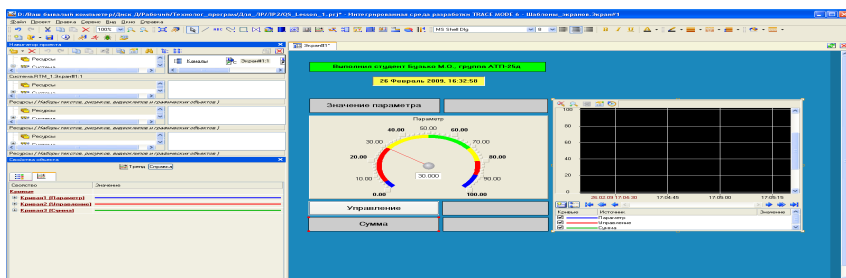

Рис. 4
4.2.4. Додати ще одну криву на тренд з прив'язкою до аргументу Сума (рис. 4).